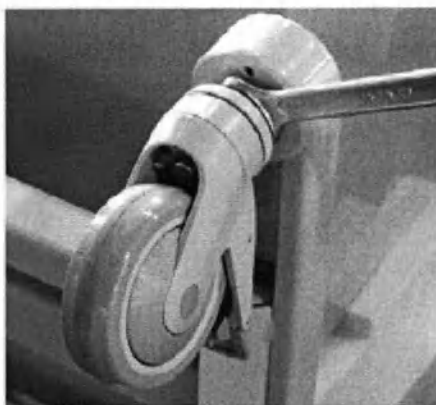

Рис. 2.1.
- а. Насадите шайбу Гровера (пружинящую шайбу) и плоскую шайбу на соединительные штыри колесных блоков и плотно прикрутите их к тележке, как изображено на рис. 2.1.